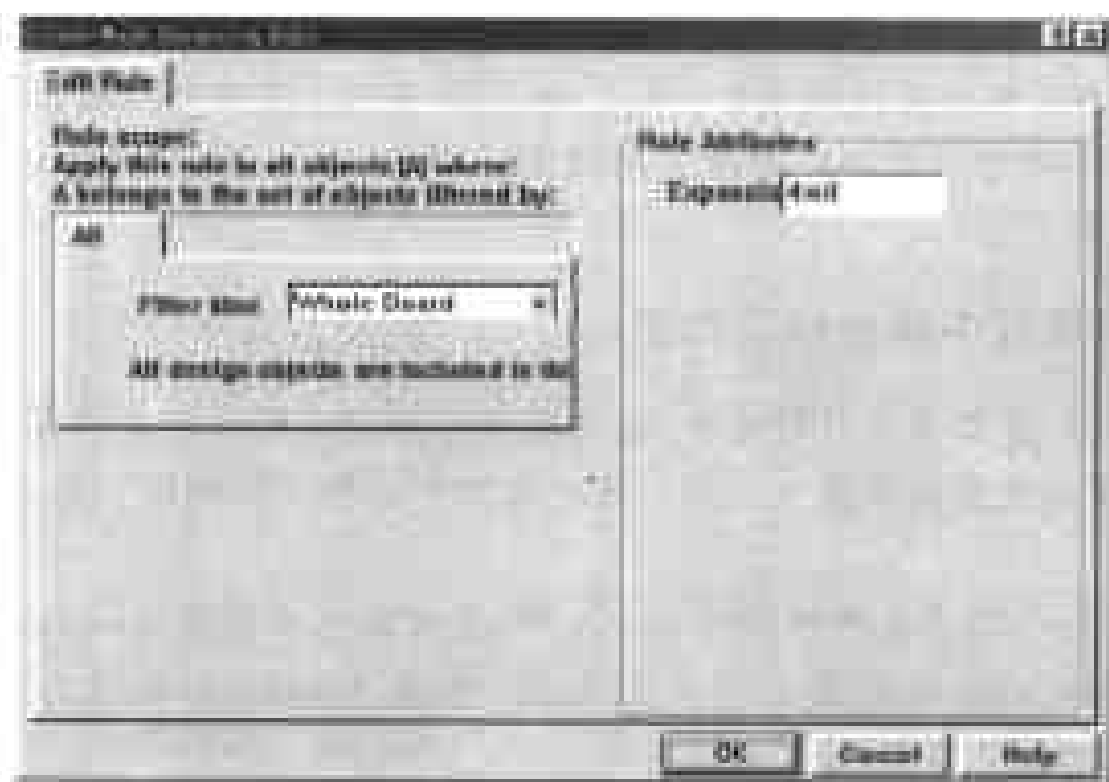

图 9-31 设置阻焊层中焊盘的延伸量
(2) 用户新设置的规则将显示在对话框下部的方框中,其中包括 Scope 和 Expansion 两项内容。单击 Add 命令按钮,弹出如图 9-31 所示的对话框,供用户设置新的规则。
(3) 在对话框左边单击 Filter kind 选项的下拉列表框,在弹出的下拉列表中包含了 Whole Board, Layer, Object Kind, Component Class, Component, Net Class, Net 和 Pad 8 个选项,供用户设定此规则的适用范围,此选项的取值将反映在 Design Rules 对话框下部方框的 Scope 栏中。
(4) 在对话框右边的 Expansion 选项的输入框中输入数值,设置焊盘的最小延伸量,其单位为 mil,此选项的取值将反映在 Design Rules 对话框下部方框的 Expansion 栏中。
(5) 设置完对话框中的选项之后,单击 OK 命令按钮,返回 Design Rules 对话框,用户所设置的新规则就显示在对话框下部的方框中。单击 Close 命令按钮,返回工作窗口,完成此规则的设置。